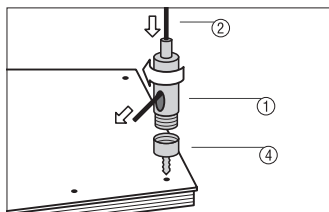
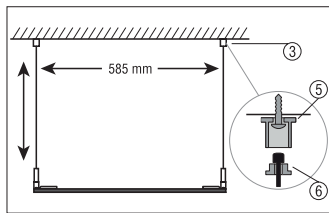

Рисунок 5
Рисунок 6
Установите 4 фиксатора троса по одному на каждый угол панели. Установите нижнюю часть фиксатора троса (4) на корпус панели с помощью винтов, *Рисунок 5*. Соедините верхнюю часть фиксатора троса (1) с нижней (4). Вставьте трос в нижнюю часть держателя троса (6), *Рисунок 6*. Нижний конец троса вставьте в фиксатор, предварительно нажав на стержень зажима, расположенный на конце фиксатора, и протяните трос через верхнее отверстие фиксатора, *Рисунок 6*. Пропустите трос через отверстие нижней части держателя и соедините обе части.
Подготовьте 4 отверстия в потолке на расстоянии 585 мм между центрами, *Рисунок 6*. Закрепите 4 верхние части держателя троса (5) на потолке при помощи саморезов. Отрегулируйте необходимую высоту подвеса светильника и зафиксируйте трос в декоративной панели при помощи зажима. Подключите питание к драйверу.